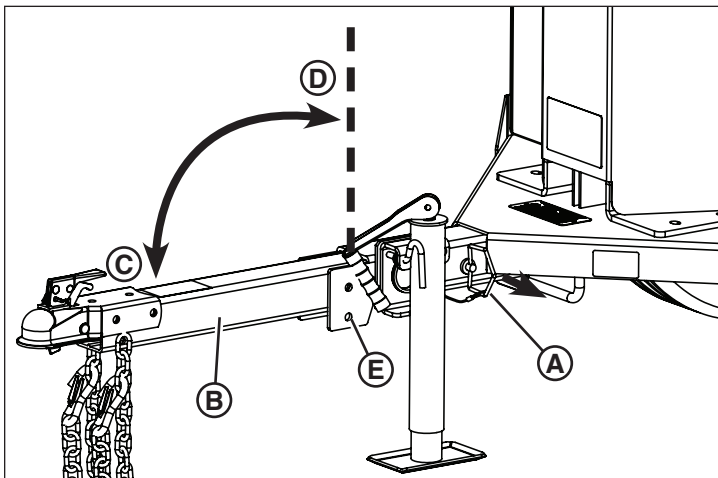

Figure 4
- Retirer la goupille (**A**, Figure 4) qui fixe la flèche de remorque (**B**) en position de remorquage (**C**).
- Soulever la flèche en position de stationnement (**D**, Figure 4). Fixer avec la goupille de verrouillage en l'insérant dans le trou de verrouillage de position de stationnement (**E**). Ne pas oublier de bien fixer la goupille de verrouillage avec l'épingle jointe.
1. Retirer la goupille de verrouillage qui fixe la flèche de la remorque en position de stationnement (E, Figure 4).
2. Abaisser la flèche en position de remorquage (C, Figure 4). Fixer la goupille de verrouillage (A). Ne pas oublier de bien fixer la goupille de verrouillage avec l'épingle jointe.